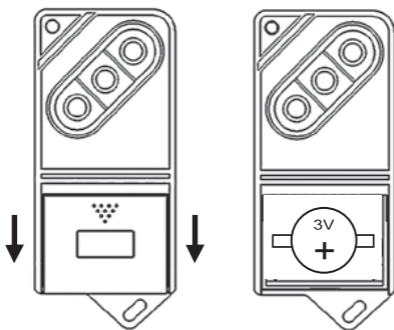

Figure 1
2. Appuyez sur le bouton « Test » de la Télécommande jusqu'à ce que le voyant rouge s'allume. Le voyant rouge indique l'émission du signal de radiofréquence (RF). Si le voyant rouge ne s'allume pas, retirez la pile (voir figure 1), puis appuyez sur le bouton « Test » pendant 10 secondes et réinstallez la pile. Les détecteurs de fumée/chaleur doivent réagir dans les 20 secondes une fois dans le rayon d'action de la Télécommande (la Télécommande a une portée de plus de 10 mètres à l'intérieur mais cette distance peut varier en fonction du type de murs et d'autres facteurs).
Faites glisser le cache vers l'arrière (voir figure 1) et retirez la pile. Appuyez sur le bouton « Test » pendant 10 secondes puis remplacez la pile par une pile Lithium 3 Volt neuve type DL2032 ou CR2032. Assurez-vous que la pile est dans le bon sens (voir figure 1b).